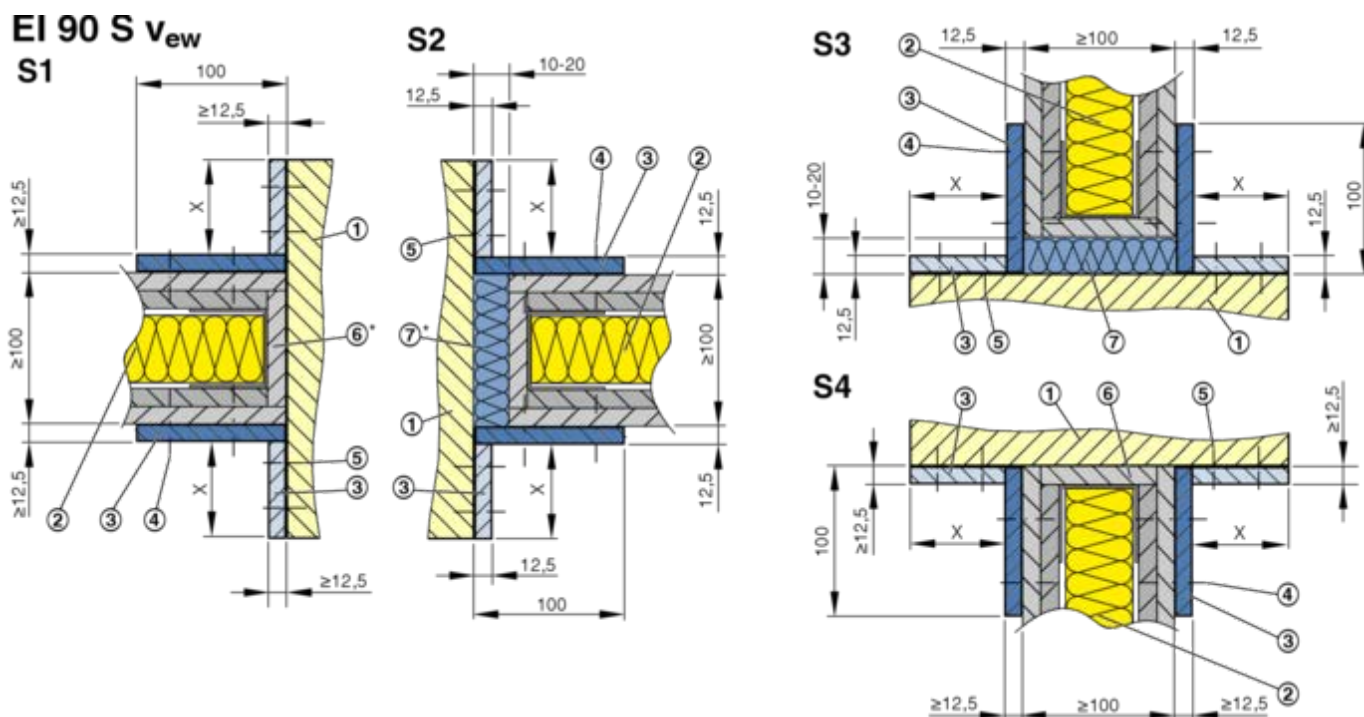
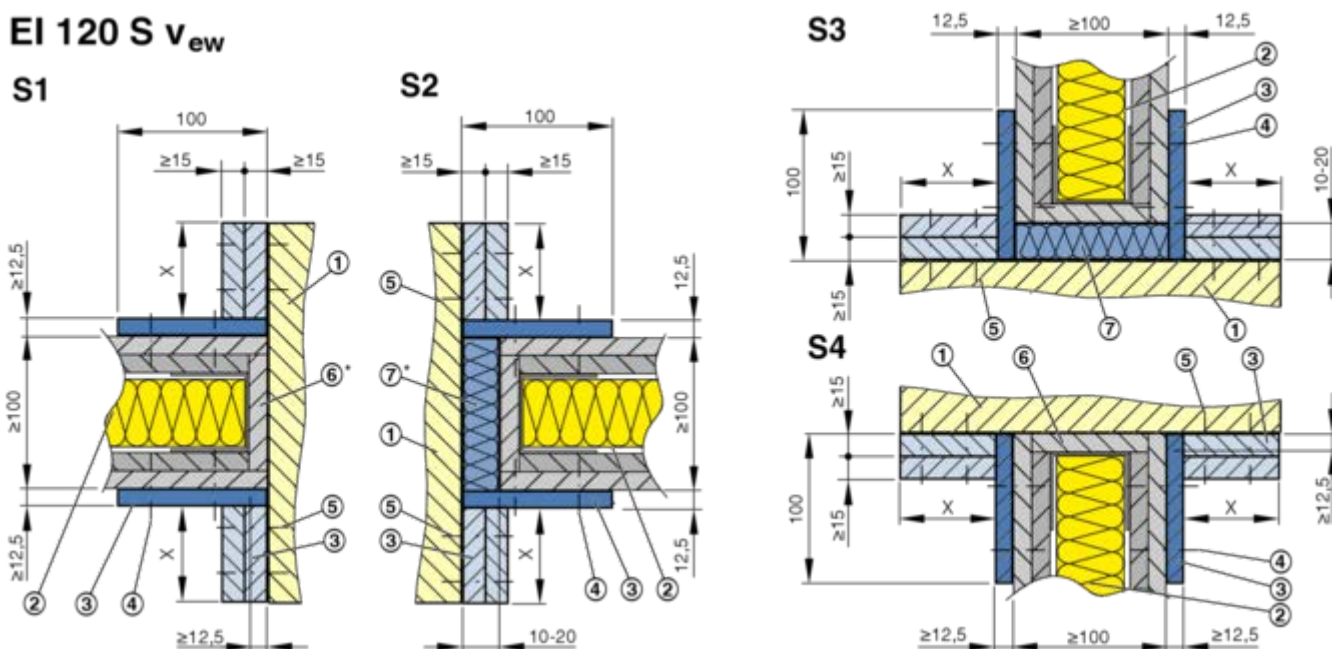

Fig. 43: Detalii EK-JZ Instalare uscată fără mortar în perete solid, perete solid de rezistență EI 90 S
Fig. 44: Detalii EK-JZ Instalare uscată fără mortar în perete solid, perete cu arbore solid EI 120 S, legendă ↪ Fig. 43
Secțiune unghiulară ↪ Fig. 43 , Fig. 44
- EI 90 Sew : secțiuni unghiulare pe ambele părți ale peretelui, 1 benzi  $\geq 12,5$  mm, ↪ Fig. 43
- EI 120 Sew : secțiuni unghiulare pe ambele părți ale peretelui, 2 benzi  $\geq 15$  mm, ↪ Fig. 44
- Cavitățile sunt umplute cu vată minerală sau vată bazaltică (7).